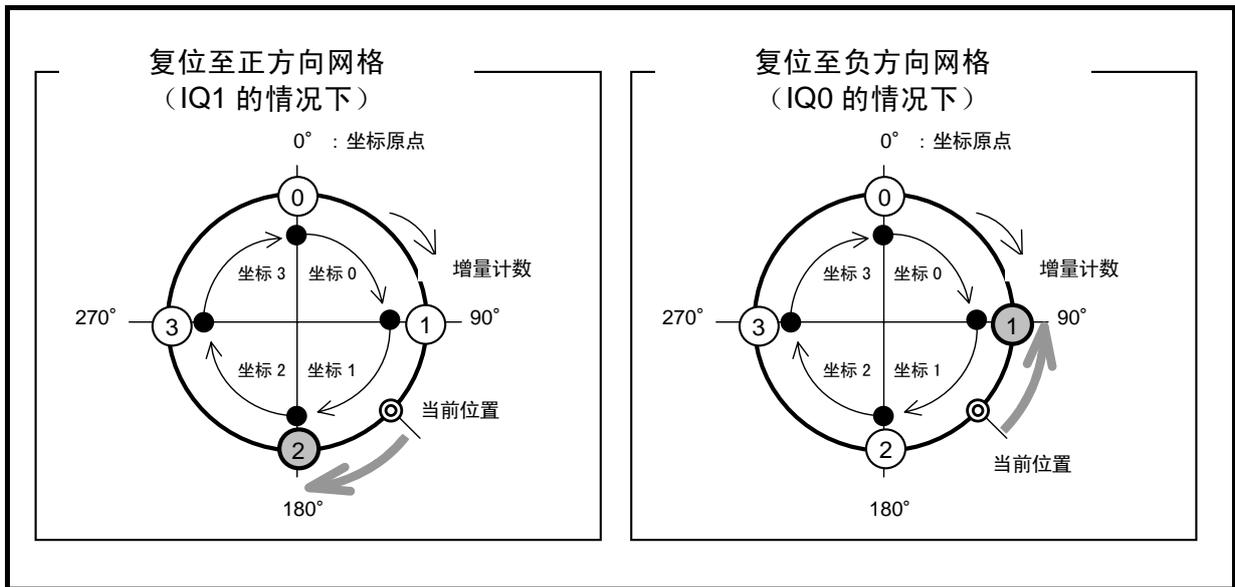

图 8-19：通过用户单位定位复位至网格的运行示例
- 在「图 8-19：通过用户单位定位复位至网格的运行示例」的图例中，当前位置处于坐标 1 之中，但并不在网格上。